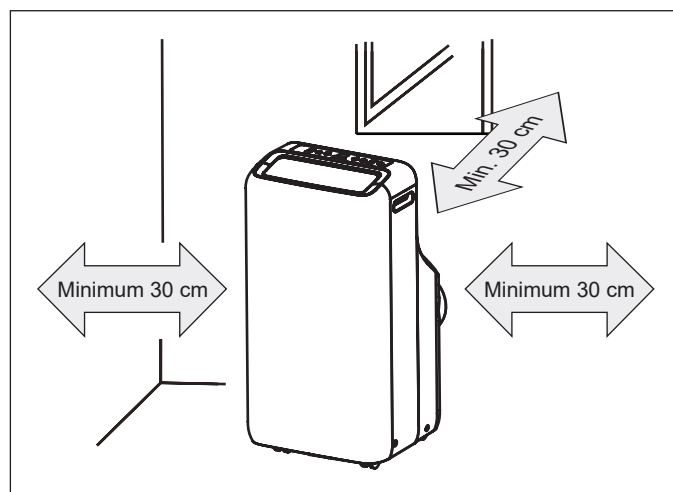

FIGURE 1
- Assurez-vous que l'appareil dispose d'un dégagement suffisant par rapport aux murs et aux meubles (comme illustré à la figure 1).